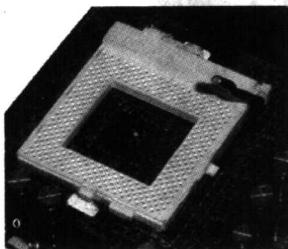

图 1-6 扳起 CPU 插座旁边的手柄
- 1) 将主板上的 CPU 插座侧面的手柄拉起，准备安装 CPU，如图 1-6 所示。